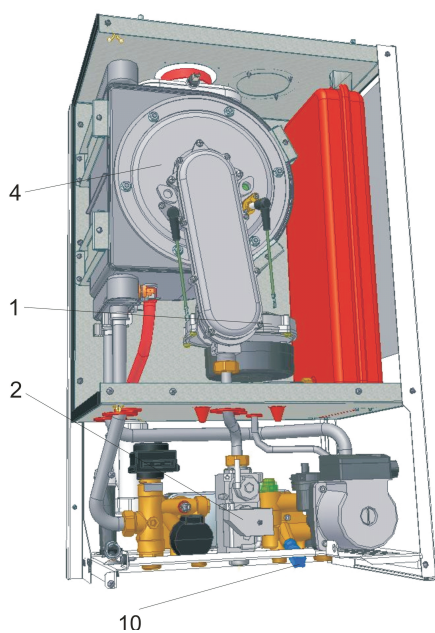

Fig. nr.1
2.2.1 SISTEMUL DE ARDERE (VEZI FIG. NR.1)